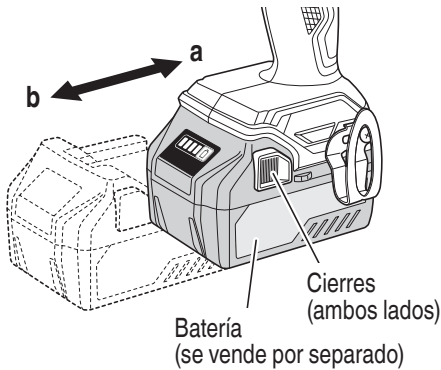

Fig. 5
- Forma de instalar la batería. Insértela siempre al máximo, hasta que se bloquee en su sitio con un pequeño clic. (Fig. 5-a).
- Forma de extraer la batería. Mientras presiona los 2 cierres (uno en cada lado), deslicela y jale de ella. (Fig. 5-b)